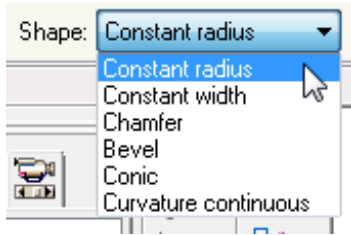

Fig. 8.11 Opțiuni Shape
- La **Shape** selectăm *Constant radius*, conform fig. 8.11